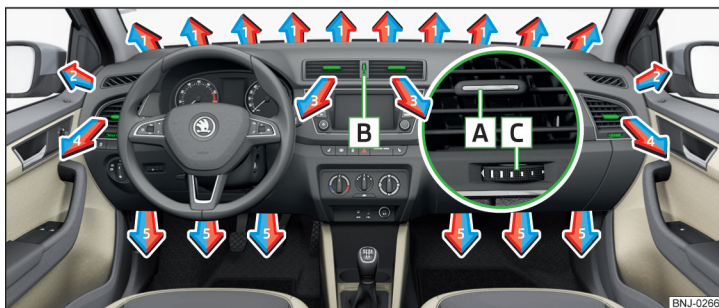

Abb. 113 Luftaustrittsdüsen
Bei den Luftaustrittsdüsen **3** und **4** » Abb. 113 kann die Luftströmungsrichtung geändert und die Düsen können auch einzeln geöffnet und geschlossen werden.
Die Einstellung der Luftstromrichtung erfolgt durch das Verschieben des Verstellelements **A** » Abb. 113 in gewünschter Richtung.
- › Den Regler **B** nach oben drehen » Abb. 113.
- › Den Regler **B** nach unten drehen » Abb. 113.
Richtung des Luftaustritts einstellen	Luftaustrittsdüsen » Abb. 113